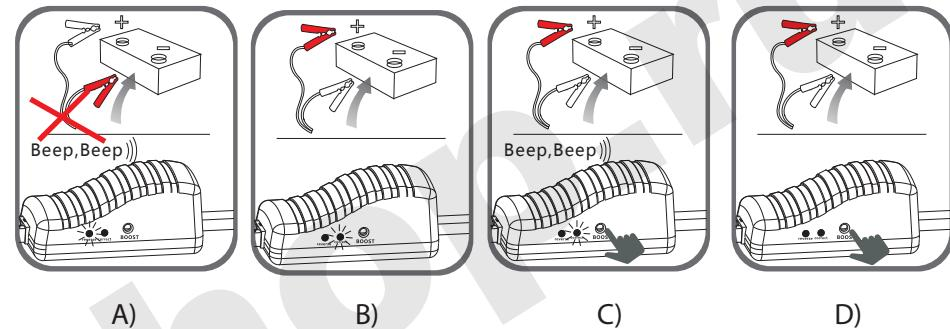

РИС.1
4. Если на блоке защиты силовых проводов (рис.1) горит красный индикатор и выдается звуковой сигнал, значит перепутаны плюсовой и минусовой полюса при подключении к АКБ автомобиля (A). Исправьте соединение в соответствии с пунктом 2.
5. Если на блоке защиты горит зеленый индикатор (B), то переходите далее к пункту 8. Если зеленый индикатор мигает и выдается звуковой сигнал, это означает, что АКБ автомобиля сильно разряжена (C), переходите далее к пункту 7.
6. Если зеленый индикатор на блоке защиты не горит, это означает плохое соединение контактов или то, что АКБ автомобиля не исправна (D). Если после проверки соединения контактов зеленый индикатор не загорелся, то переходите далее к пункту 7.